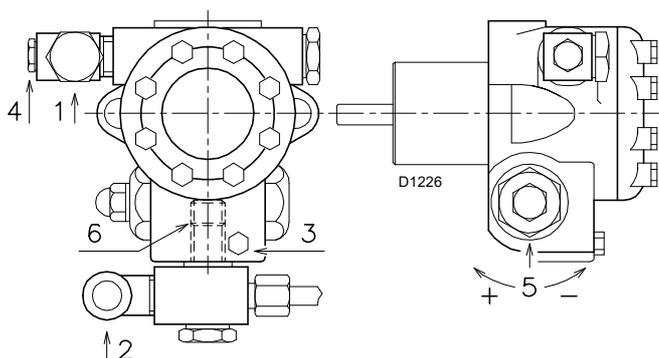

Fig. 21
- Pour que la pompe puisse s'auto-amorcer, il est indispensable de desserrer la vis 3)(Fig. 21) de la pompe pour vider l'air contenu dans le tuyau d'aspiration.